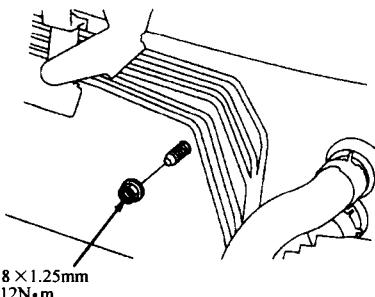
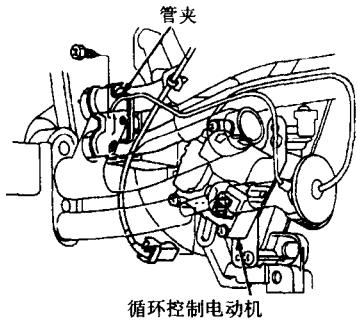
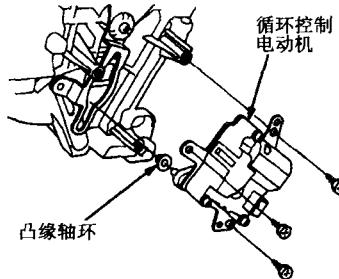

图 1-14 间壁固定螺母
图 1-15 循环控制电动机
图 1-16 控制电动机元件
## (4) 2.5TL 车型 (图 1-14、图 1-15、图 1-16)